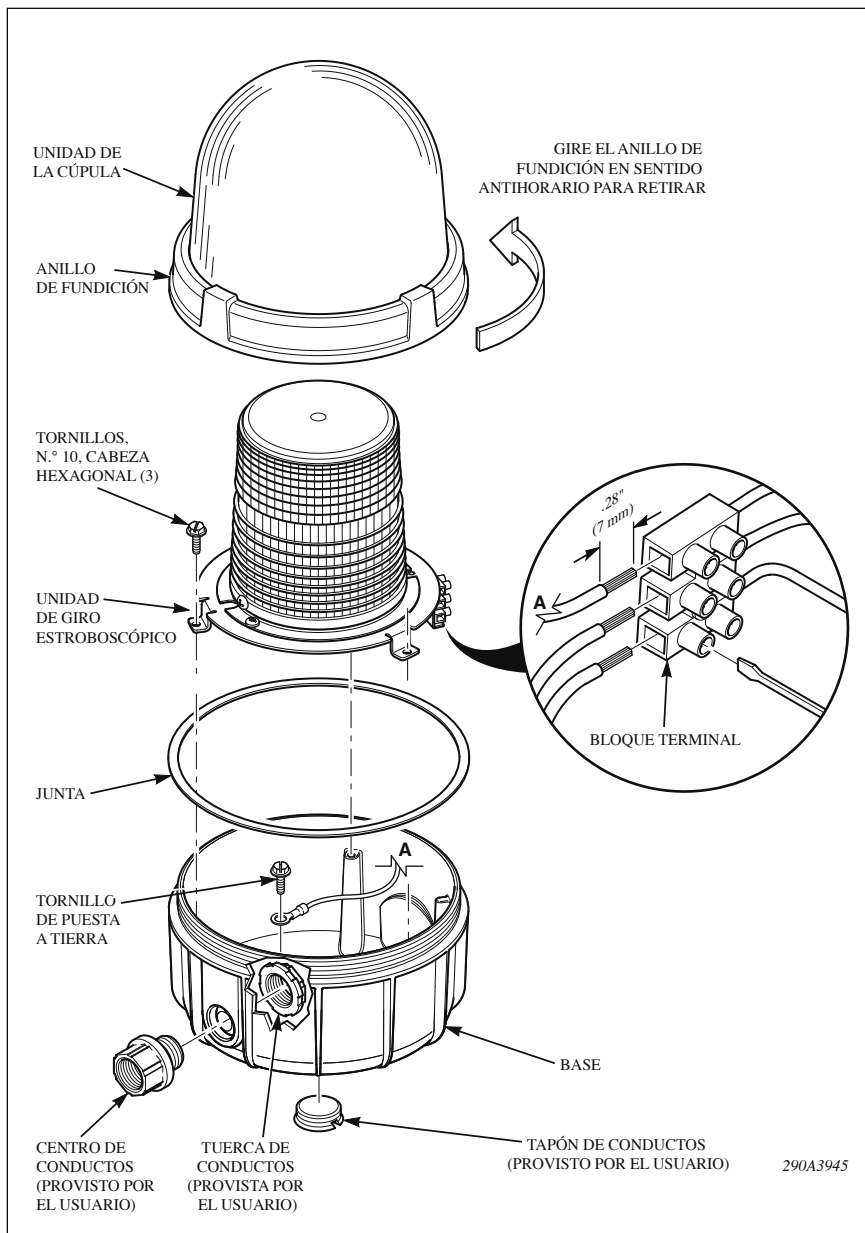

Figura 2
D. Conexiones eléctricas (vea la figura 2)